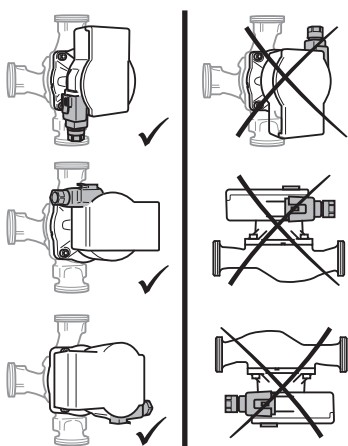

Fig. 2: Vgradni položaji
- Izberite mesto vgradnje v skladu z dopustnim vgradnim položajem (Fig. 2).
- Upoštevajte dopusten vgradni položaj (Fig. 2) črpalke, po potrebi obrnite glavo motorja (2+6).
- Da olajšate zamenjavo črpalke, pred in za črpalko vgradite zaporni armaturi. **POZOR! Voda lahko pri puščanju poškoduje regulacijski modul! Zgornjo zaporno armaturo stransko poravnajte, da pri puščanju voda ne more kapljati na regulacijski modul (6).**
- Držite glavo motorja (2+6) in odvijte 4 vijake ohišja (5).
- Upoštevajte dopusten vgradni položaj (Fig. 2) in puščico za smer toka na ohišju črpalke (1).
- Pritegnite 4 vijake ohišja (5).